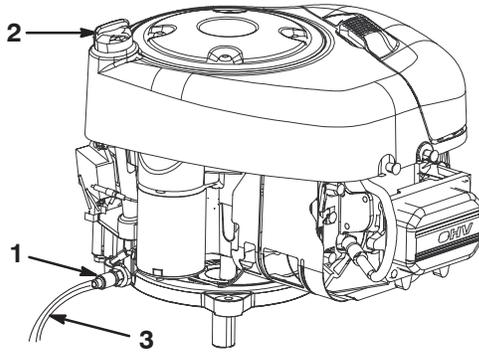

Figure 18
9. Insérez le tube de vidange dans la valve de vidange d'huile (Fig. 18).
11. Ourez la valve de vidange d'huile (Fig. 18).